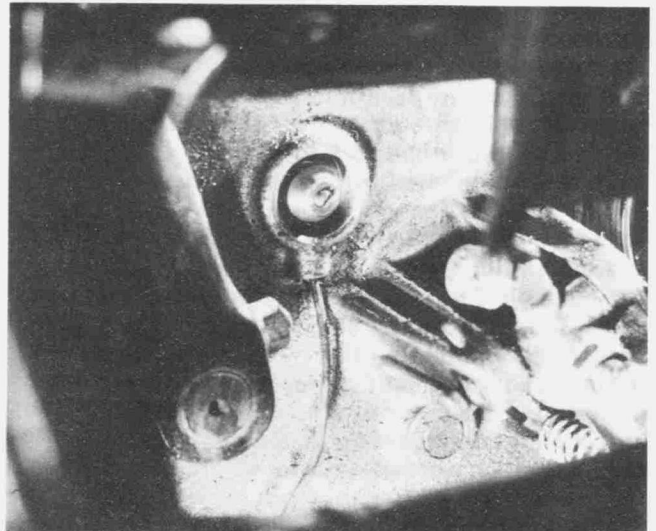

Bild 109
- Die Gummitülle von der Klemme des Schalters der Leerlauf-Kontrollanzeige am hinteren Ende des 4-Ganggetriebes abnehmen. Die in der Mitte sitzende Schraube lockern und das Kabel nach unten herausziehen (Bild 109).